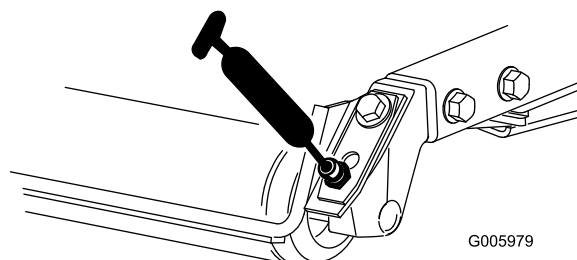

Bild 51
- Heckrollenlager (2 pro Mähwerk) (Bild 51)